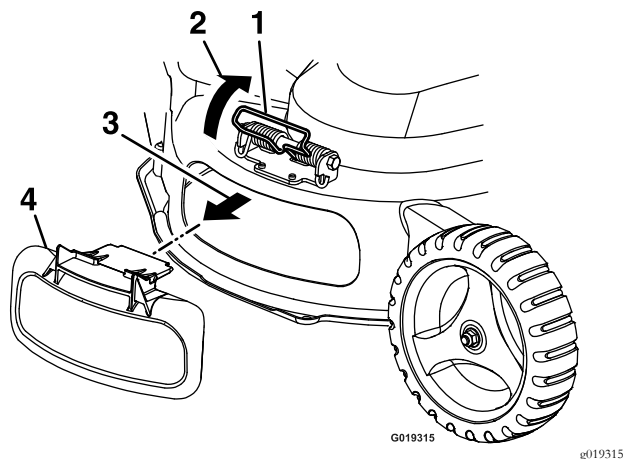

Figura 18
4. Levante y sujete el muelle de descarga lateral en posición levantada y tire hacia fuera de la puerta de descarga para retirarla (Figura 18).
2. Levante y sujete el muelle de descarga lateral en posición levantada y tire hacia fuera del deflector de descarga para retirarlo (Figura 18).